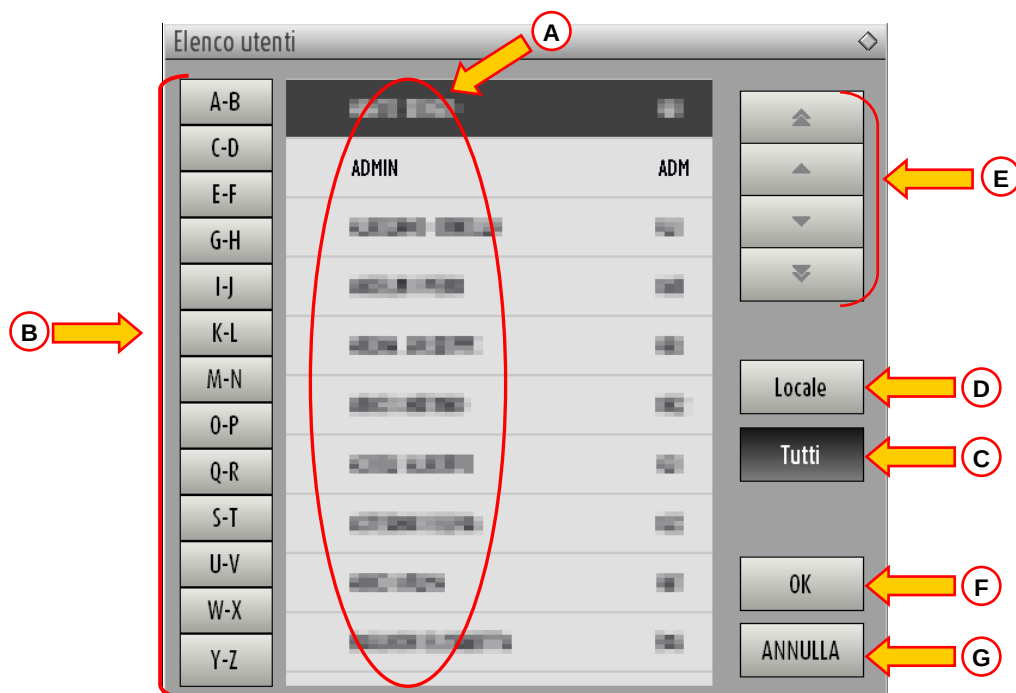

Fig 14 – Elenco Utenti
si aprirà la finestra seguente (Fig 14).
La parte centrale della finestra riporta, in ordine alfabetico, i nomi dei possibili utenti (Fig 14 A).
Le lettere presenti sulla sinistra (Fig 14 B) permettono di visualizzare solo gli utenti il cui nome inizia per una lettera determinata.
Il pulsante **TUTTI** (Fig 14 C) permette di visualizzare la lista di tutti i possibili utenti.
Il pulsante **LOCALE** (Fig 14 D) permette di visualizzare la lista dei soli utenti che utilizzano la workstation specifica su cui si sta lavorando.
Le frecce presenti sulla destra della finestra (Fig 14 E) permettono di far scorrere su e giù la lista degli utenti.
- Cliccare il pulsante **OK** (Fig 14 F).
Il pulsante **ANNULLA** (Fig 14 G) permette di annullare l'operazione e di chiudere la finestra “Elenco utenti” senza aver selezionato alcun utente.